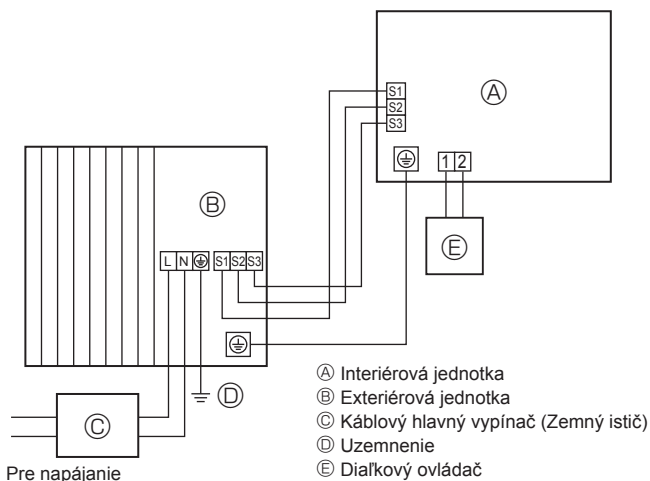
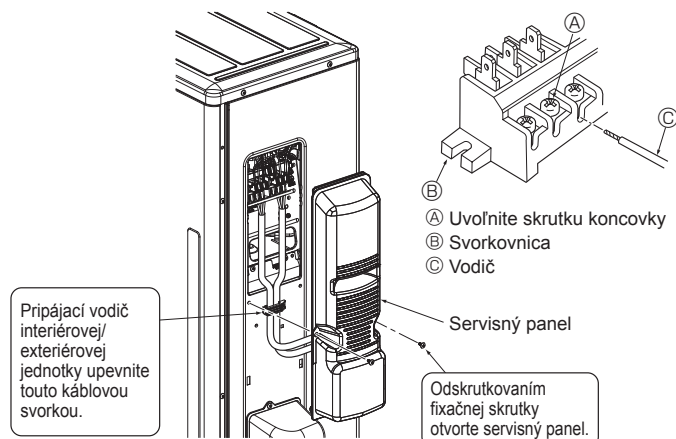
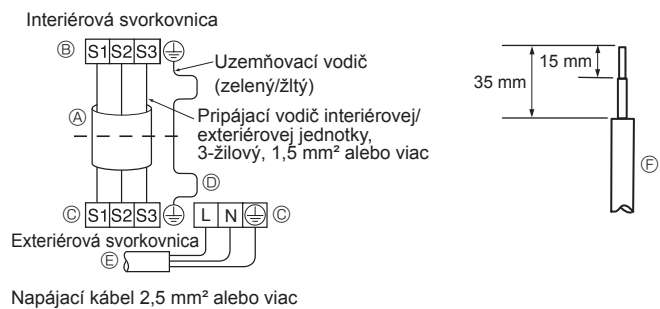

Fig. 6-1
Fig. 6-3
Fig. 6-2
6.1. Exteriérová jednotka (Fig. 6-1, Fig. 6-2, Fig. 6-3)
- ① Zložte servisný panel.
- ② Zapojte káble podľa Fig. 6-1, Fig. 6-2 a Fig. 6-3.
- Vykonaajte zapojenie podľa obrázka vľavo dole. (Káble si zabezpečte lokálne.) (Fig. 6-2)